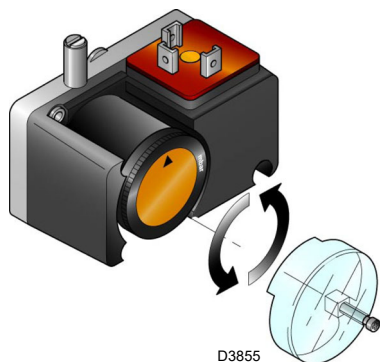

Abb. 31
- Regeln Sie den Druckwächter zur Kontrolle der Dichtheit (Kit PVP)(Abb. 31 auf Seite 32), wenn vorhanden, gemäß den dem Kit beiliegenden Anweisungen.
Den Gas-Mindestdruckwächter (Abb. 31) nach erfolgter Einstellung des Brenners, der Gasventile und des Stabilisators der Gasarmatur einstellen.